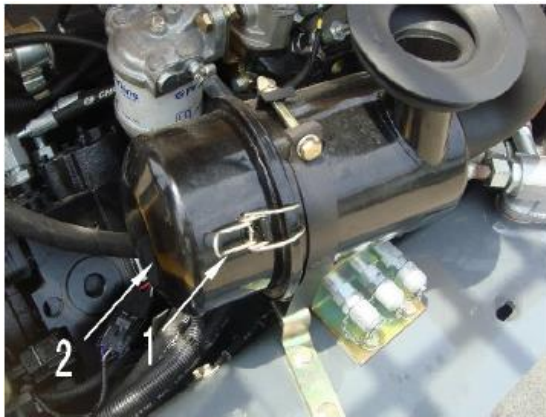

Fig. C-38
- Loosen spring-clips (Fig. C 38:1), and remove the cap (Fig. C 38:2).